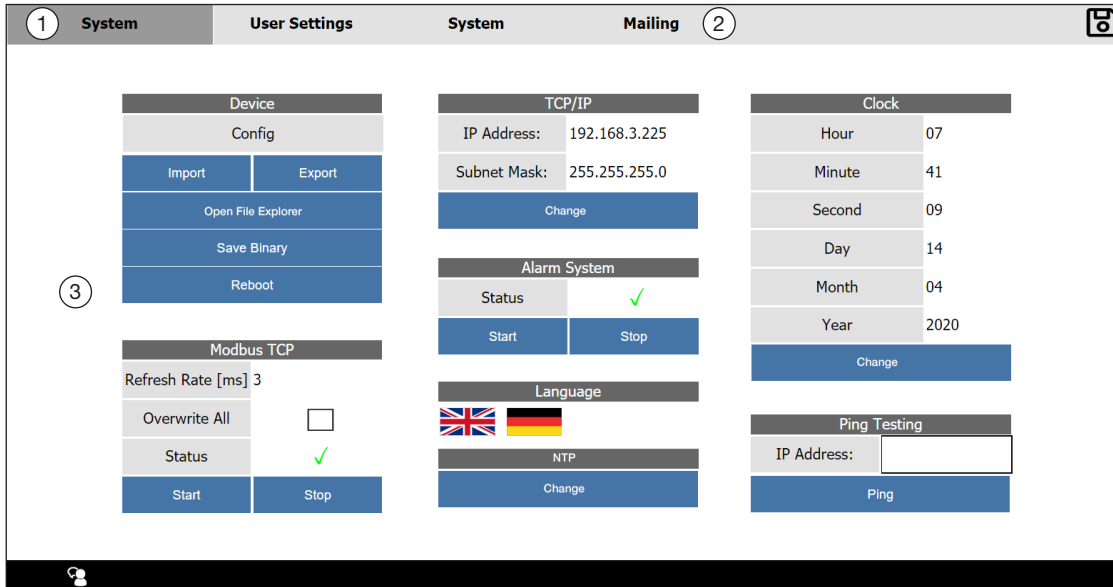

图10: 系统设置
2. 通过按钮**Open File Explorer**（打开文件浏览器）（图 10）打开文件系统。
7. 通过**Editor**（编辑器）（②）添加文件。